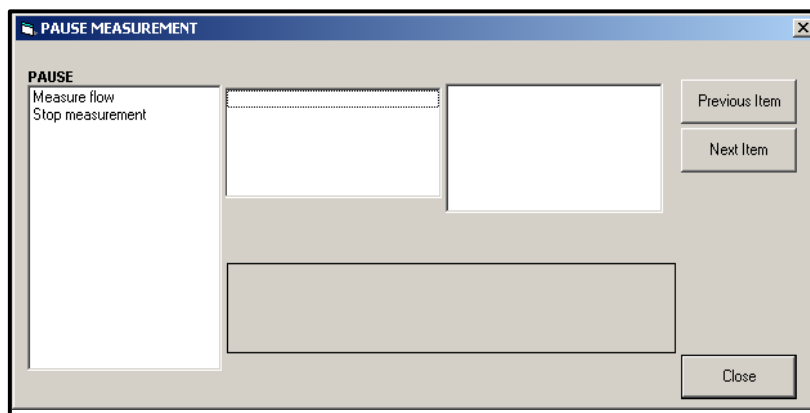

Figura 21: Ventana de *Pausar medición*
2. Despliegue la opción *Editar funciones* y haga doble clic en la entrada *Pausar medición*. Se abre una ventana similar a la de la Figura 21.